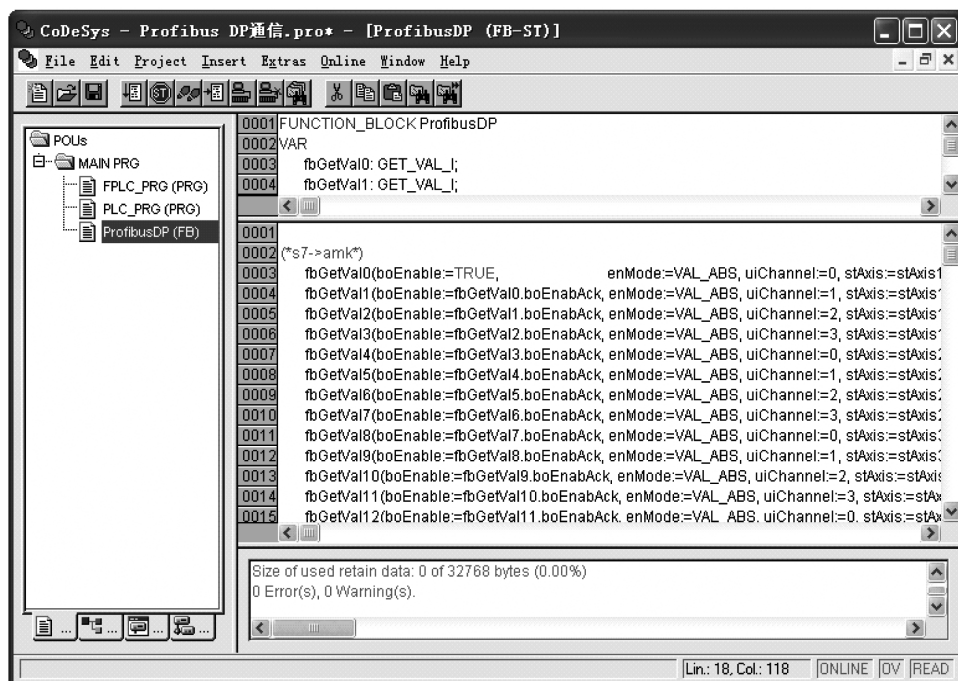

图 5-29 对 Profibus-DP 功能块编程
6) 创建完毕以上程序块并在 Profibus-DP 功能块编程, 如图 5-29 所示。